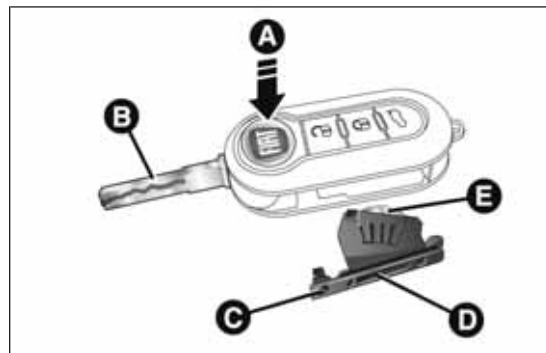

fig. 15
- ☐ pulsar el botón A fig. 15 y llevar la pieza metálica B en posición de apertura;